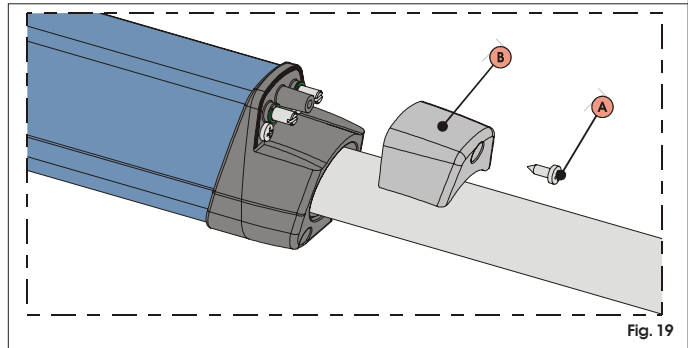

Fig. 19
- 1) Draai de bovenste bevestigingsschroef, fig. 19 ref. A, los en haal het dekseltje weg, fig. 19 ref. B.
- 5) Plaats het dekseltje, fig. 19 ref. B, weer en span de bevestigingsschroef, fig. 19 ref. A, opnieuw.